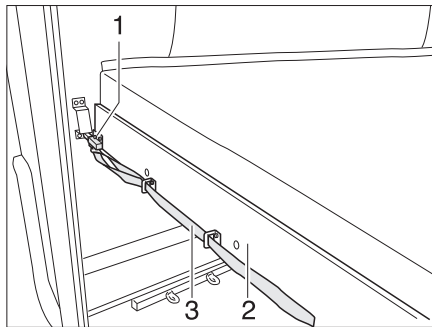

Bild 171 Etagenbett (Heck)
- An der Schlaufe (Bild 171,3) ziehen und den Riegel (Bild 171,1) lösen.
- Den Lattenrost (Bild 171,2) mit der Matratze nach vorn ziehen, bis er einrastet.